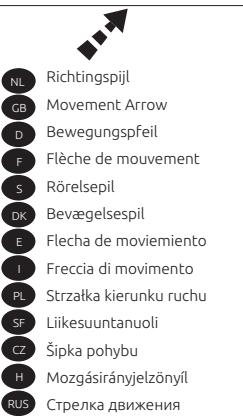

Fig. 1
1. Снять бампер вместе со стальным буферным бруском автомобиля. Буферный брус больше не понадобится. Поставить болты на место. См. рисунок 1.